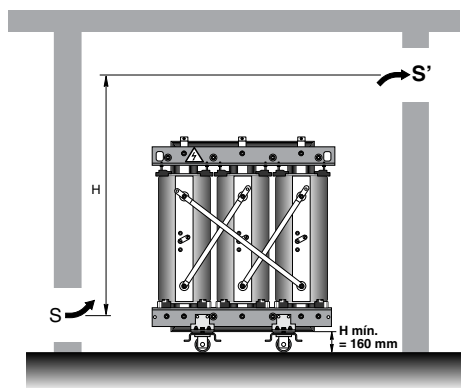

Figura 1.
■ Fórmula para el cálculo de la ventilación natural (figura 1):